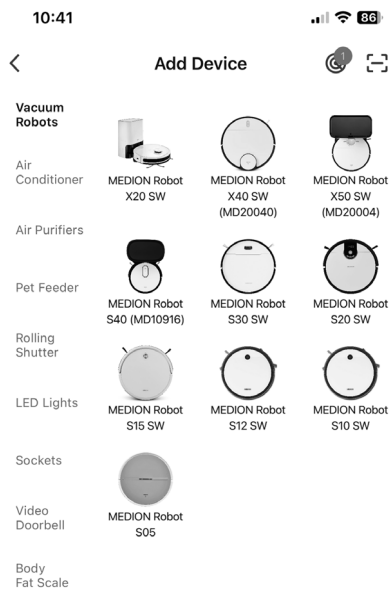

Fig. 2
- ▶ Seleccione el modelo **X40 SW** correcto de la lista general (fig. 2).